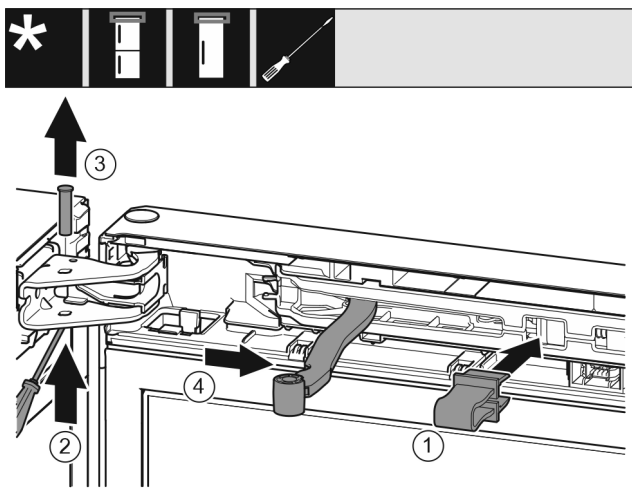

Fig. 9
- ▶ Κουμπώστε την ασφάλεια στο άνοιγμα. Fig. 9 (1)
- ▶ Ωθήστε έξω τον πείρο με το κατσαβίδι. Fig. 9 (2)
- ▶ Αφαιρέστε τον πείρο προς τα επάνω. Fig. 9 (3)
- ▶ Περιστρέψτε την άρθρωση προς την πόρτα. Fig. 9 (4)